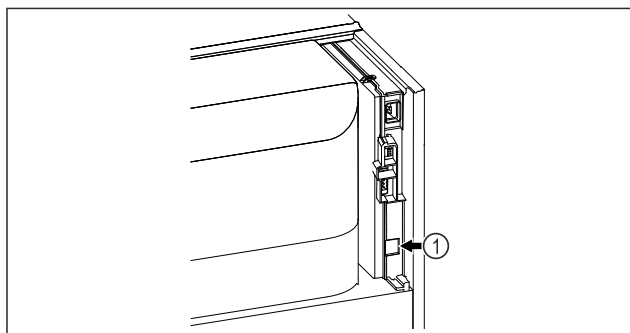

Fig. 81
- SmartModule Fig. 81 (1) is geplaatst.